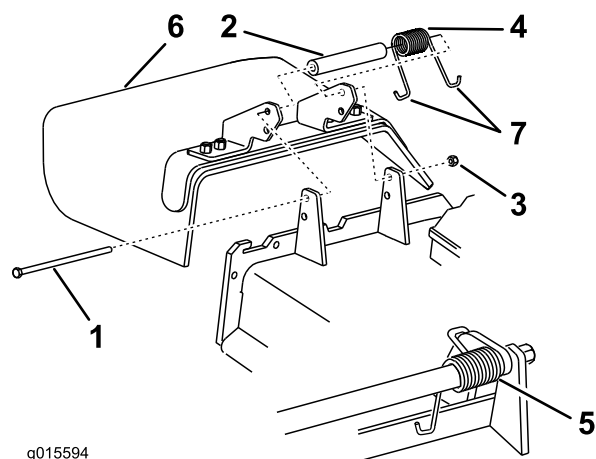

Figure 110
1. Retirez le contre-écrou, le boulon, le ressort et l'entretoise qui fixent le déflecteur aux supports de pivot (Figure 110).
2. Enlevez le déflecteur s'il est endommagé ou usé (Figure 110).
Remarque: Prenez soin de placer 1 extrémité en J du ressort derrière le bord du tablier avant de mettre le boulon en place, comme montré à la Figure 110.
6. Accrochez l'extrémité en J du ressort au déflecteur d'herbe (Figure 110).